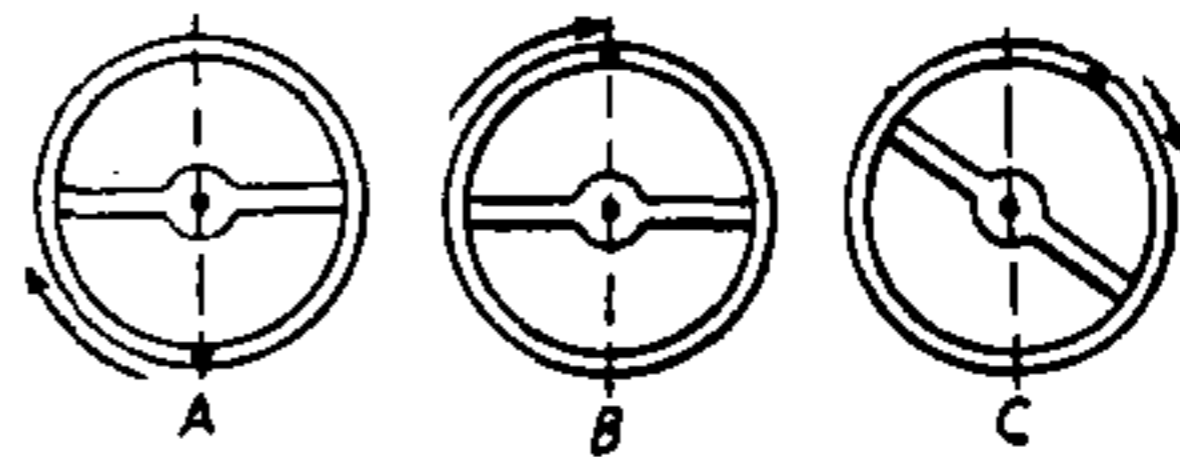

Fig. 252 - Equilibratura per l'aggiustamento nelle varie posizioni.
Vi sono uno o due svantaggi che derivano da questa forma di ritocco. Se il bilanciere percorre un arco di oscillazione di meno di un giro e un quarto, ne risulta l'effetto opposto, e l'orologio invece di anticipare o di ritardare poco nella posizione PA ritarda ancora di più. La fig. 252 ci aiuterà a spiegare la ragione: (A)